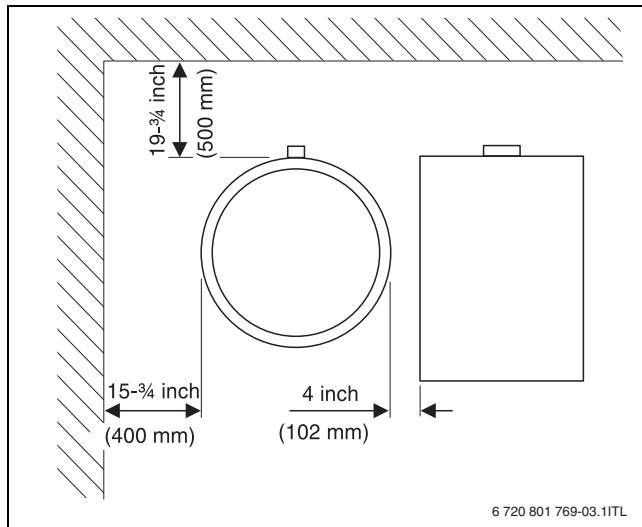

Fig. 6 Distancias mínimas a la pared recomendadas
- ▶ Tener en cuenta la altura mínima (→ tab. 6, pág. 25) y las distancias mínimas respecto a la pared en la sala de instalación (→ fig. 6).